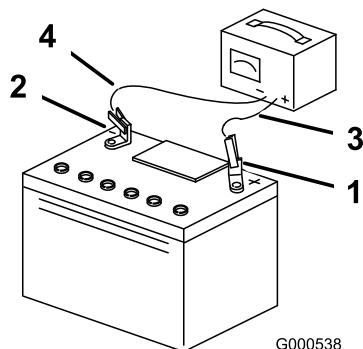

Figure 3
4. Raccordez un chargeur de 3 à 4 A aux bornes de la batterie. Chargez la batterie au régime de 3 à 4 ampères durant 4 à 8 heures (Figure 3).